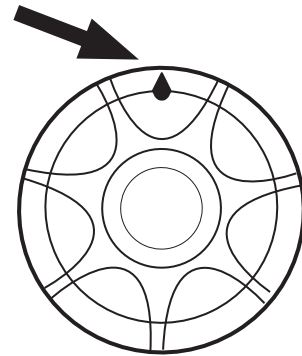

Figura 8. Indicador de velocidad de la rueda
4. Ubique el indicador de velocidad de la rueda en la rueda derecha trasera (figura 8).